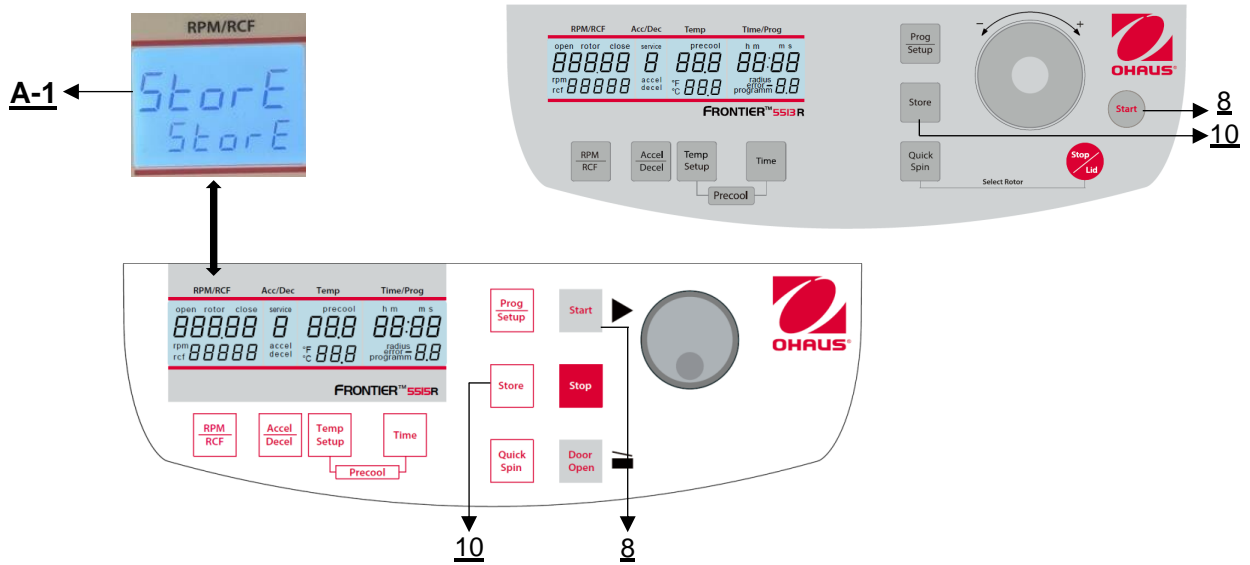

Abbildung 26
Alle geänderten Einstellungen müssen mit der Taste **"Start"** (8) oder **"Store"** (10) bestätigt werden. Im Display **"RPM | RCF"** (A-1) erscheint das Wort **"Store"** - erst dann sind die Vorwahlen gültig (siehe **Abbildung 26**). Nachdem Sie die Einstellungen gespeichert haben, können Sie durch kurzes Ausschalten der Zentrifuge wieder in den normalen Programmbetrieb wechseln.